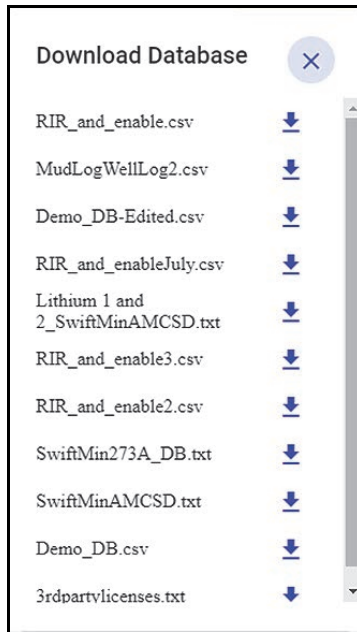

Figura 5-10 Finestra di dialogo Download Database
2. Nella finestra di dialogo, cliccare sulla freccia verso il basso a lato del database per effettuare il download (vedi Figura 5-10 a pagina 80).